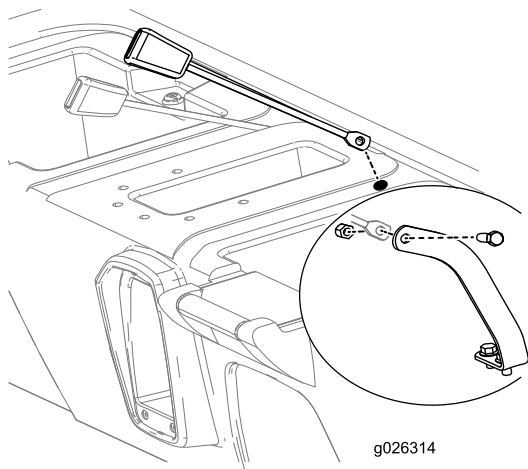

図 11
8. 各シートベルトのロックアセンブリの受け側を、座席ベースに開けた穴の1つに通す 図 11。
9. 各シートベルトの受け側をそれぞれのアンカーに取り付ける各々についてボルト 7/16 インチとナット 7/16 インチを使用し、図 11 に示すように取り付ける。